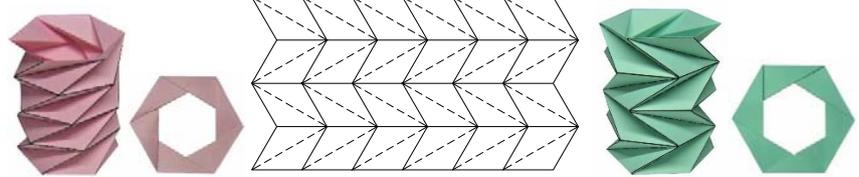

図5 (a)螺旋型の1段
5.1.1に示した一般的な閉じる条件を当てはめると、 $\theta_1, \theta_2$ は図5に示す角度になるので、 $2(\theta_1 - \theta_2) \times 6 = 2\pi$ で表されます。ここで、 $\theta_1 - \theta_2 = \alpha$ とすると、正 $N$ 角形に折り畳まれるとき、 $\alpha = \pi/N$ のように簡単な式で表されます。また、この式から $\theta_2$ は閉じる条件に無関係であることが分かります。
円筒を形成するために図5(a)の要素を積み重ねますが、節点での折り畳み条件が成り立つように積み重ねると図5(b)、(c)の2種類が得られます。図5(b)の左右端面を糊付けすると谷折り線が螺旋状になるので、螺旋型と呼びます。図5(c)は
1段ごとに図5(a)を反転させているので、反転螺旋型と呼びます。